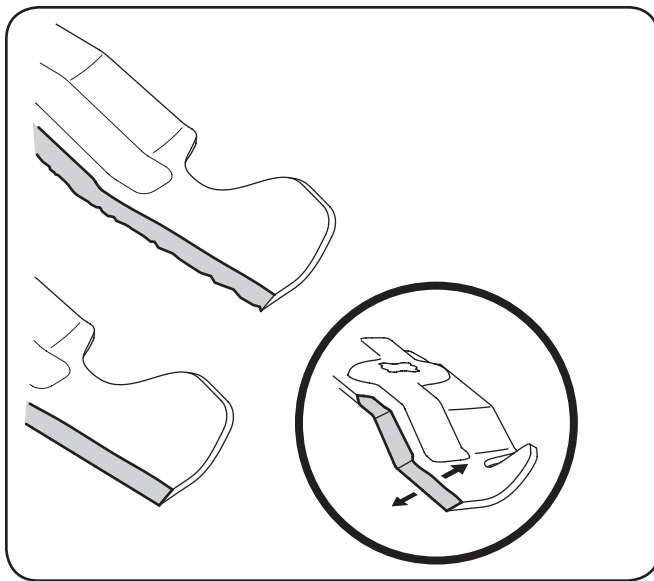

Figure 7-6
4. Afin de correctement aiguiser les lames de coupe, aiguissez les deux extrémités des lames de façon égale au long du bord tranchant, parallèlement à la voile, à un angle de 25 à 30 degrés. Aiguissez toujours chaque lame de coupe de façon égale afin que les lames demeurent bien équilibrées. Voir Figure 7-6.